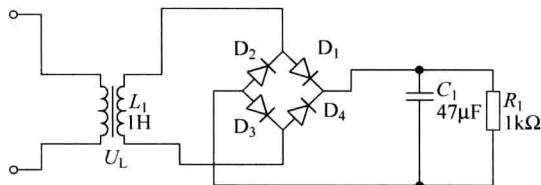
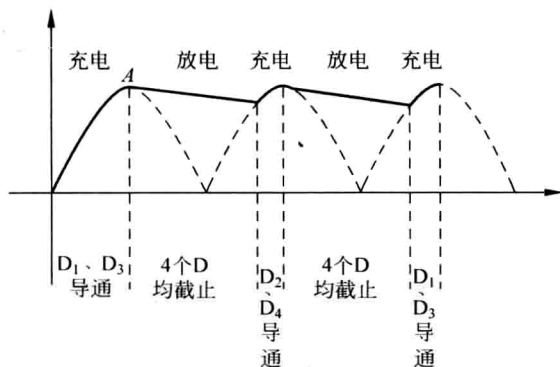

图 1.18 电容滤波电路
图 1.19 电容滤波输出波形
(2) 滤波电路
① 滤波电路作用：将脉动直流电转换为平滑直流电。
② 电容滤波电路如图 1.18 所示, 其工作原理是: 当 u_2 为正半周时, D_1 、 D_3 导通, 电容 C_1 被充电, 电流经过 D_1 、 D_3 向负载电阻供电, 方向从上至下。若忽略二极管的正向压降, 则 $u_o = u_c \approx u_2$, 当 u_2 达到最大值时, u_c 达到最大值, 如图 1.19 中的 A 点。当 u_2 开始下降时, 此时 $u_c > u_2$, D_1 、 D_3 截止, 电容 C 向负载电阻放电, 当 u_c 下降到 $u_c < u_2$ 时, D_2 、 D_4 导通, 电容 C_1 再次被充电, 输出电压增大, 以后重复该过程, 其输出波形如图 1.19 所示。